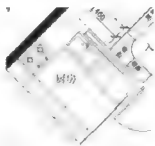

图7-70
**步骤6:**使用插入块工具 $\square$ 将“吊柜”图块插入房中,如图7-70所示。